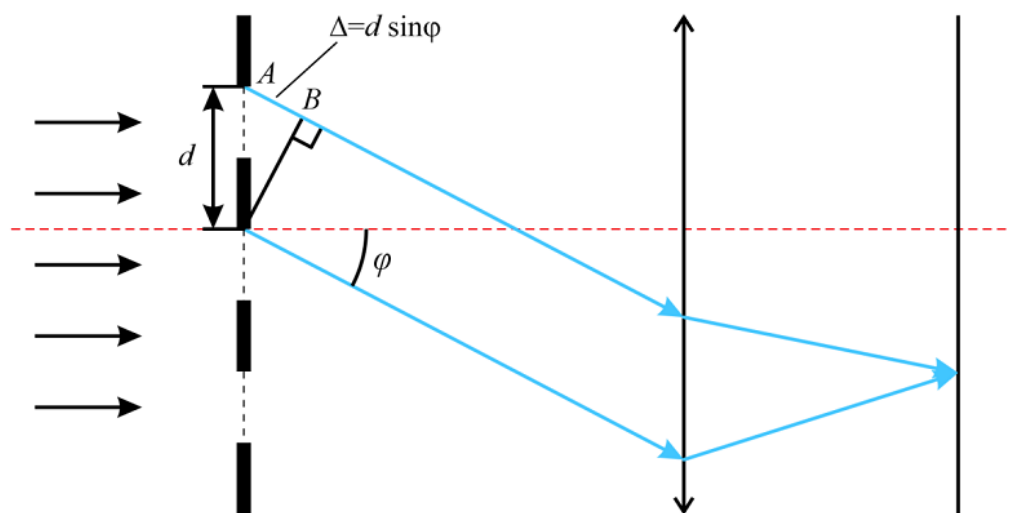

Рисунок 2 – Ход лучей за дифракционной решеткой
Падающий на дифракционную решетку параллельный пучок лучей в результате дифракции изменит свою структуру. После решетки угол отклонения лучей φ от первоначального направления составляет от 0° до 90° вправо и влево (рисунок 2).
Согласно уравнению (1) различным значениям λ соответствуют различные углы φ (в дифракционных максимумах одного порядка). Поэтому при освещении решетки белым светом в фокальной плоскости линзы образуется ряд дифракционных спектров, перекрывающих друг друга (рисунок 2).